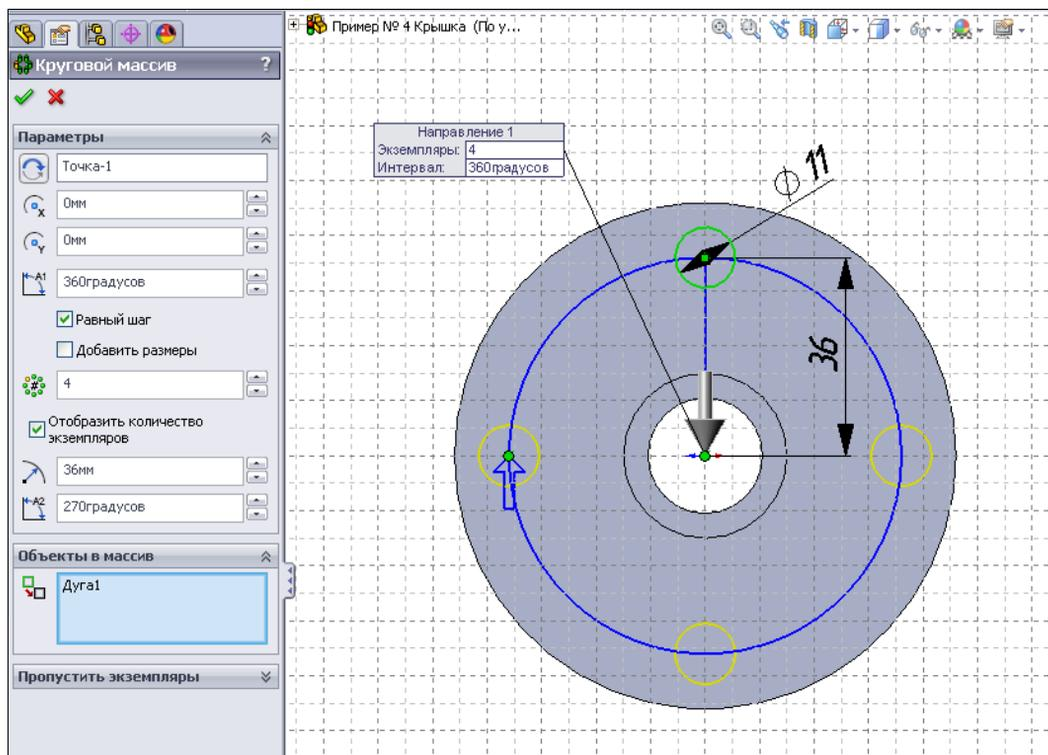

Рис. 2.52
16. На крышке должно быть четыре таких отверстия одинакового диаметра, равномерно расположенных по окружности. Построим эти отверстия за один прием, расположив их в одном эскизе. Для этого воспользуемся командой **Круговой массив эскиза**  панели инструментов **Эскиз**. В окне **Параметры** укажем центр массива (координаты $x=0$ и $y=0$), количество элементов массива — 4, радиус окружности массива — 36 мм, поставим флажок **Равный шаг** (рис. 2.52). В разделе **Объекты в массив** отметим ранее построенную окружность с диаметром 11 мм — **Дуга1** (рис. 2.52).